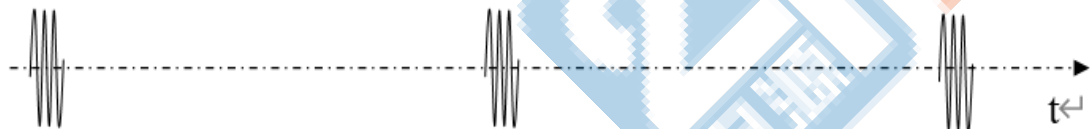

图2 信号波形示意图
- ① **制作可移动的声源。可移动声源产生的信号为周期性音频脉冲信号**，如图2所示，声音信号**频率不限，脉冲周期不限**。
- ② 可移动声源发出声音后开始运动，到达Ox线并停止，这段运动时间为**响应时间**，测量响应时间，用下列公式计算出响应的平均速度，要求平均速度大于 **5cm/s**。